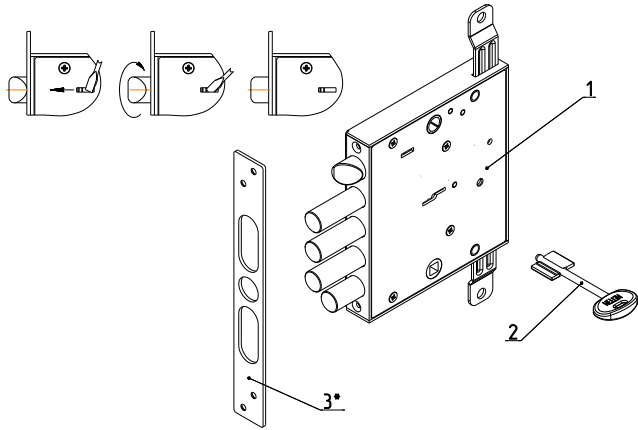

Рис.1
Комплектность замка приведена в таблице и показана на рис. 1.
4.1. Внешний вид и установочные размеры замка показаны на рис. 1, 2.
5.2. Установить при необходимости защелку в соответствующее положение для правой или левой двери путем ее выдвигения из корпуса отверткой через паз в крышке замка и разворота на 180° вокруг своей оси (см. рис.1).